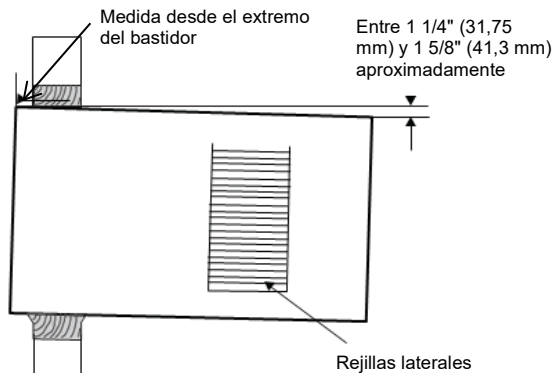

Figura 5
3. Posicione el bastidor para obtener una inclinación que permita eliminar el agua (consulte la Figura 5).